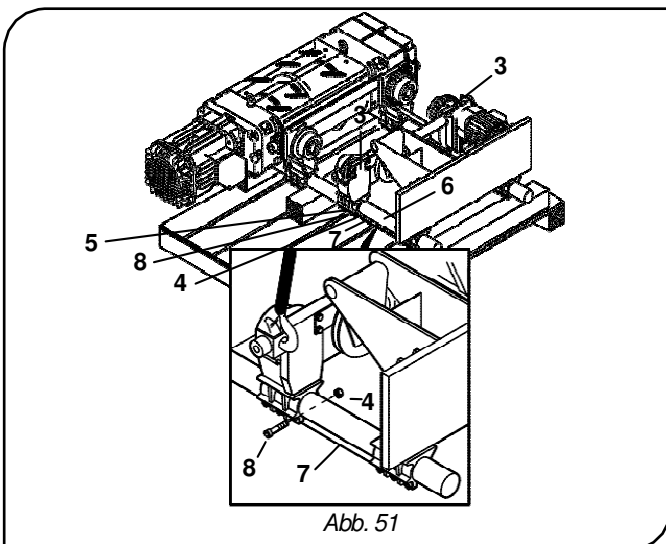

Abb. 51
7. Damit die Platten **-3-** auf der gegengewichtigen Seite sich ungehindert auf den Stangen **-6-** verschieben lassen, entfernen Sie die Distanzstücke **-7-** von den Bügeln **-5-**, indem Sie die Muttern **-4-** komplett lösen und die Schraube **-8-** herausziehen (Abb. 51).